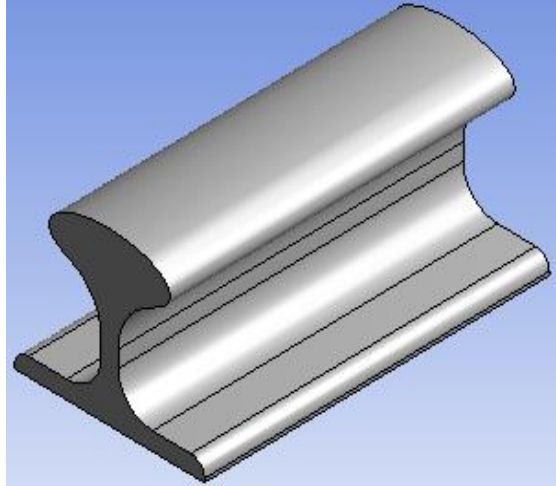

Рис. 1. Загальний вигляд рейки.
**Мета роботи:** Знайомство з середовищем *Ansys Workbench* та набуття практичних навичок побудови геометричної моделі рейки, загальний вигляд якої наведений на рис. 1.